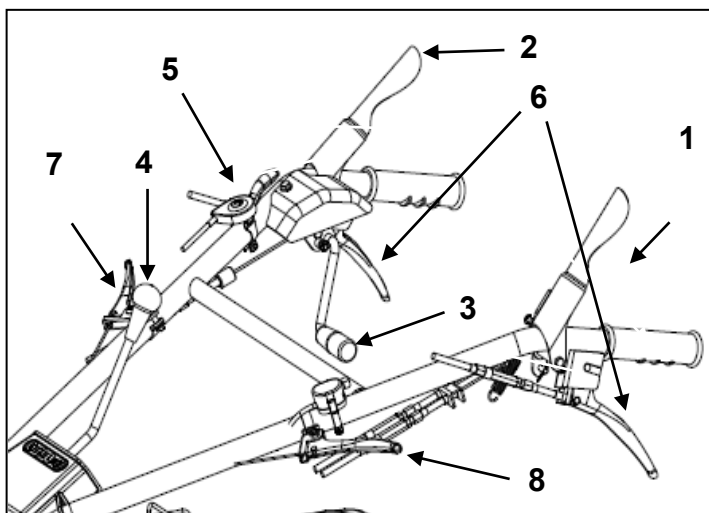

Figura 1
Empuje la palanca (1, Figura 1) hacia el manillar para hacer que la máquina se mueva. Suelte la palanca para que la máquina se detenga.
La palanca del embrague de la cuchilla hace que el motor impulse la cuchilla para cortar. Empuje la palanca (2, Figura 1) y luego levante la palanca (3, Figura 1) para hacer girar la cuchilla. Suelte la palanca para que el rotor se detenga.
Esta palanca (4, Figura 1) permite seleccionar 3 velocidades de avance (1, 2, 3), 1 velocidad de retroceso (R) o 1 posición neutral (N).
Empuje la palanca del acelerador (5, Figura 1) hacia la izquierda para aumentar la velocidad del motor, empuje la palanca del acelerador hacia la derecha para disminuir la velocidad del motor al ralentí. Siempre opere la cortadora de césped a la velocidad máxima del motor.
Las palancas de embrague laterales (6, Figura 1) se utilizan para cambiar la dirección de la máquina. Agarre la palanca derecha para girar a la derecha y la palanca izquierda para girar a la izquierda. Para mover la máquina cuando el motor está apagado, agarre las dos palancas.
Agarre la palanca (7, Figura 1) para mover el manillar hacia la derecha y hacia la izquierda. Y agarre la palanca (8, Figura 1) para mover el manillar hacia arriba / abajo.